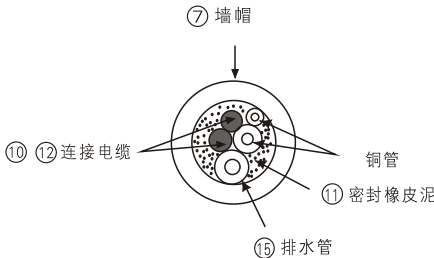

图 34
- 2 用附件 ⑦ 墙帽及附件 ⑪ 密封橡皮泥来整理墙上的洞，如图32、图 33 及图 34。